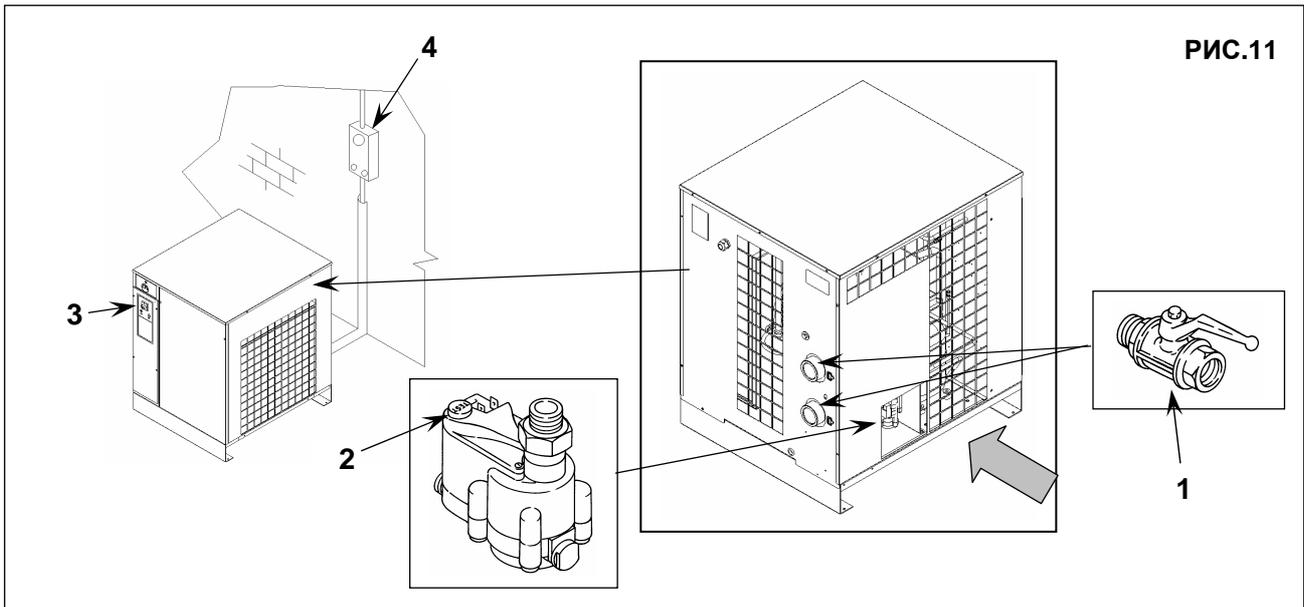

РИС.11
- Закройте кран 1 (рис. 11).
- Сбросьте давление в осушителе, нажав кнопку TEST дренажа конденсата, расположенную на водоотводчике 1 (рис. 11).
- Выключите машину кнопкой 3 (рис. 11).
- Включите автоматический дифференциальный выключатель подачи 4 (рис. 11).